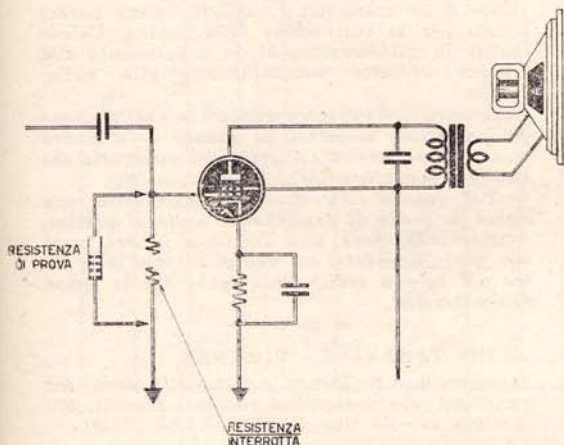

Fig. 12.
68) Se il condensatore risulta efficiente, controlleremo che la resistenza collegata tra la griglia controllo della valvola finale e la massa non sia interrotta. Ciò assodato, provvederemo a sostituirla con altra di medesimo valore (normalmente di 0,5 megaohm) (fig. 12).